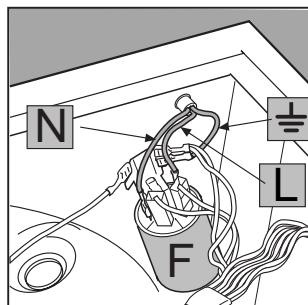

Рис. 4
3. Отсоедините провода от подавителя радиопомех F (рис. 4). Обратите внимание на цвет и расположение проводов: **синий** = провод N, **коричневый** = провод L. Последним отсоедините провод заземления --- .